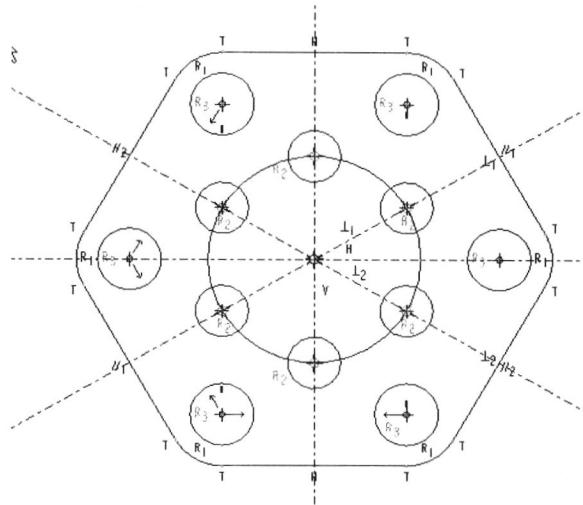

图 1-21 绘制法兰盘截面圆孔
**Step1** 单击“草绘器工具”工具栏中的“圆心和点”按钮○，在圆与中心线交点处绘制 6 个直径为 50 的圆，在倒角圆弧的圆心处绘制 6 个直径为 60 的圆，绘制的法兰盘截面圆孔如图 1-21 所示。
**Step2** 单击“草绘器工具”工具栏中的“显示尺寸”按钮 $\frac{H}{L}$ ，图 1-21 中的图形将隐藏标注尺寸，再次单击，则重新显示标注尺寸。